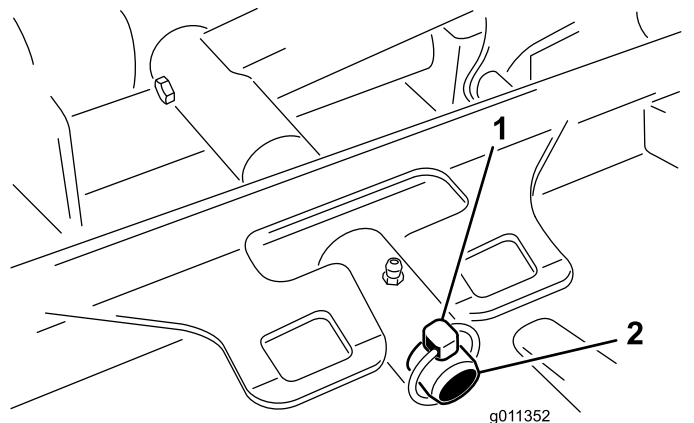

Bild 125
3. Entfernen Sie den Klappstecker (für Groundsmaster 4500-Maschinen) oder die Befestigungsmutter (für Groundsmaster 4700-Maschinen), mit dem bzw. der der Mähwerkträgerrahmen am Lagerbolzen des Hubarms befestigt ist (Bild 125).
2. Schieben Sie den Trägerrahmen des Mähwerks auf den Lagerbolzen des Hubarms (Bild 125). Befestigen Sie das Mähwerk mit dem Klappstecker (für Groundsmaster 4500-Maschinen) oder der Befestigungsmutter (für Groundsmaster 4700-Maschinen) am Lagerbolzen.